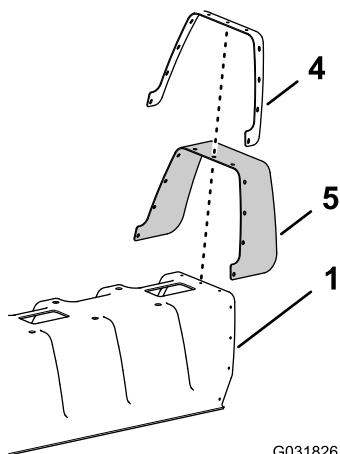

Рисунок 146
1. Используя дрель со сверлом 5 мм, высверлите 11 закладных заклепок (Рисунок 146), которые крепят усиливающую пластину (с одним рядом заклепок) и резиновый кожух к концу кожуха секции с 11 соплами для средней секции опрыскивателя, снятого при выполнении пункта 2 раздела 6 Демонтаж кожуха средней секции (с 11 соплами) дополнительного комплекта закрытой стрелы (страница 17).